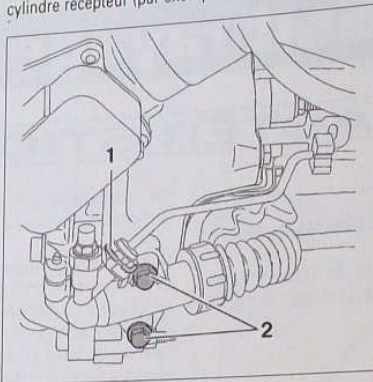

FIG.2
- Déposer l'agrafe de retenue (1) du tuyau sur le cylindre récepteur (Fig.2).
- Dévisser les deux vis (2) du récepteur.